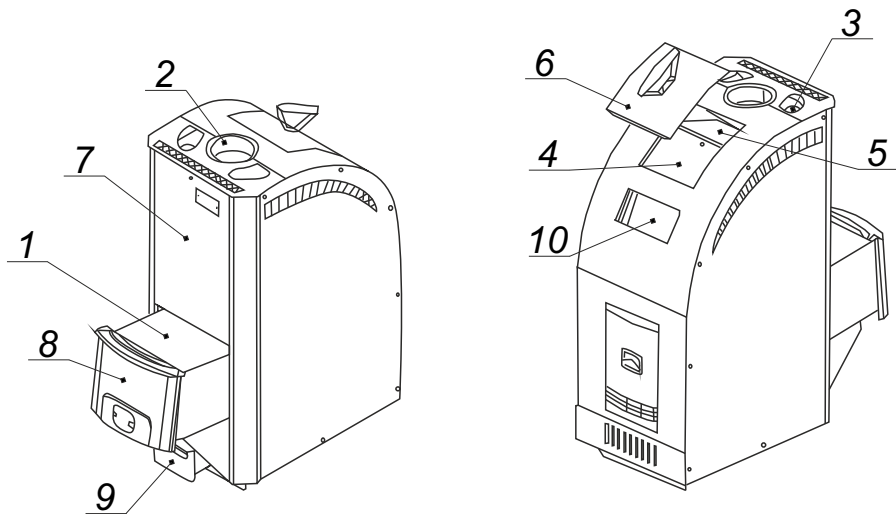

Рис.1 Конструкция печи-каменки «Лагуна»
Дверца топливного канала (8) рис.1 выполняется в двух взаимозаменяемых вариантах. Зеркальная дверца оригинального дизайна со свойством самоохлаждения наружной панели легко заменяется на дверцу со светопрозрачным экраном из жаростойкого стекла SCHOTT ROBAX®, который позволяет визуально контролировать горение. Так как топливный канал выполнен под наклоном то дверца всегда будет плотно закрыта тем самым исключая дымление печи.
Дверца печи с укороченным топливным каналом (7) рис. 1б снабжена ручкой с системой запирания.
Панорамная дверца печи (8) рис. 1а и лицевой профиль (11) рис. 1а поставляются отдельно.
Рис.1а Конструкция печи-каменки «Лагуна Панорама»
Рис.1б Конструкция печи-каменки «Лагуна ТУ»